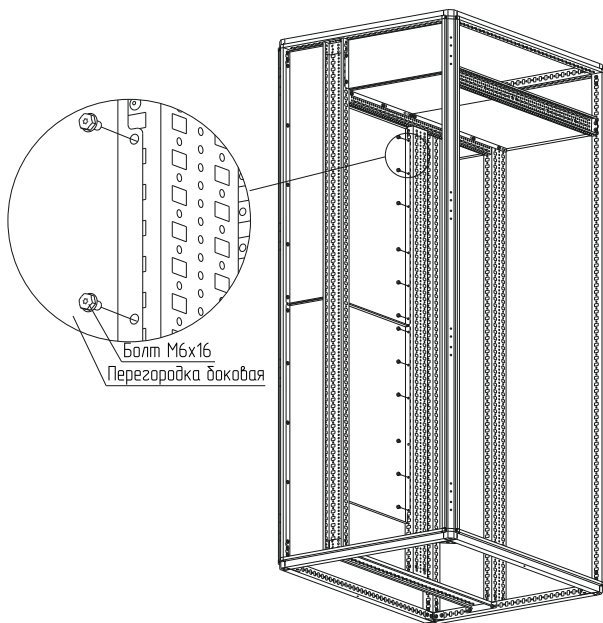

Рисунок 62
4.33.2 Закрепите перегородки на нужной высоте к стойкам болтами М6×16 (рисунок 62). Момент затяжки – 7 Н·м. Болты в комплект не входят.